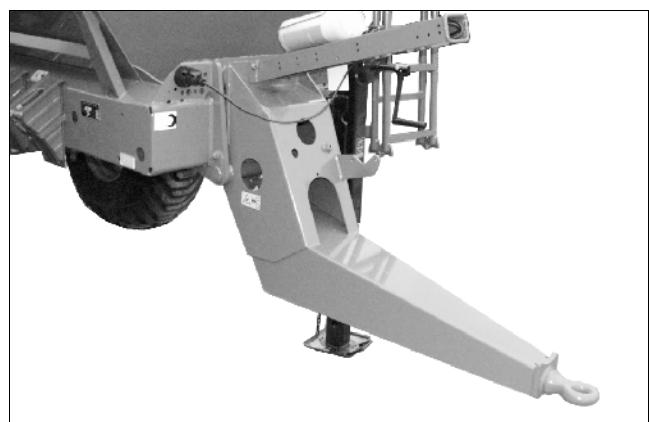

Рис. 9
- изогнутым дышлом типа «Hitch» (Рис. 9),